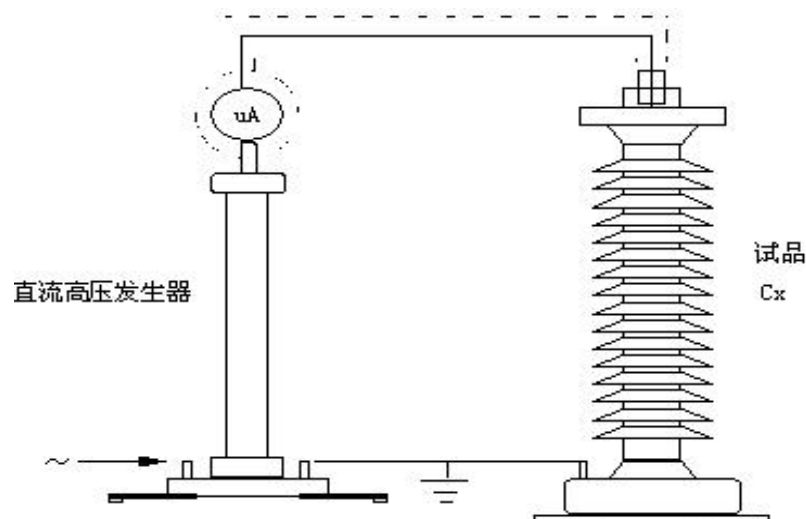

图 7a 高压屏蔽微安表接入高压回路接线图
(1) 一般测量时,当接好线后,先把联接试品的线悬空,升到试验电压后,读取空试时的电晕和杂散电流 I' ,然后接上试品升到试验电压,读取总电流 I_1 。试品泄漏电流: $I_0 = I_1 - I'$
(2) 当需要精密测量被试品的泄漏电流时,应在高压回路中串接高压屏蔽微安表,见图 7a。